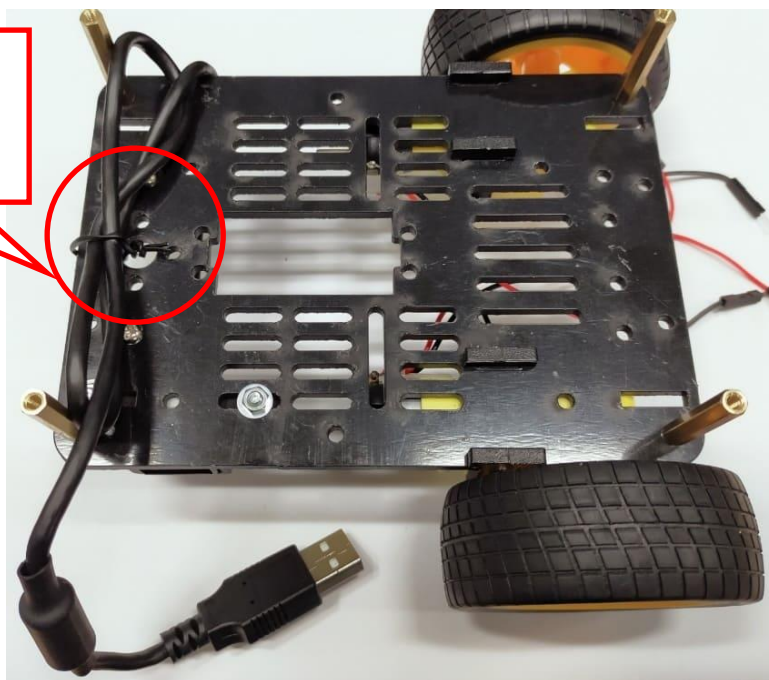

図 2-10 USB 延長ケーブルの引き回し
USB カメラ③の USB コネクタに USB 変換アダプタ④を図 2-20 の OK 図のように接続します。この時、図 2-20 の NG 図のように接続しないように注意します。そして、Jetson Nano の USB コネクタに USB カメラのケーブルを接続します。図 2-10 で下部プレートで引き回しておいた USB 延長ケーブル⑦と USB Wi-Fi ⑨も図 2-20 の下図のように Jetson Nano の USB コネクタに接続します。